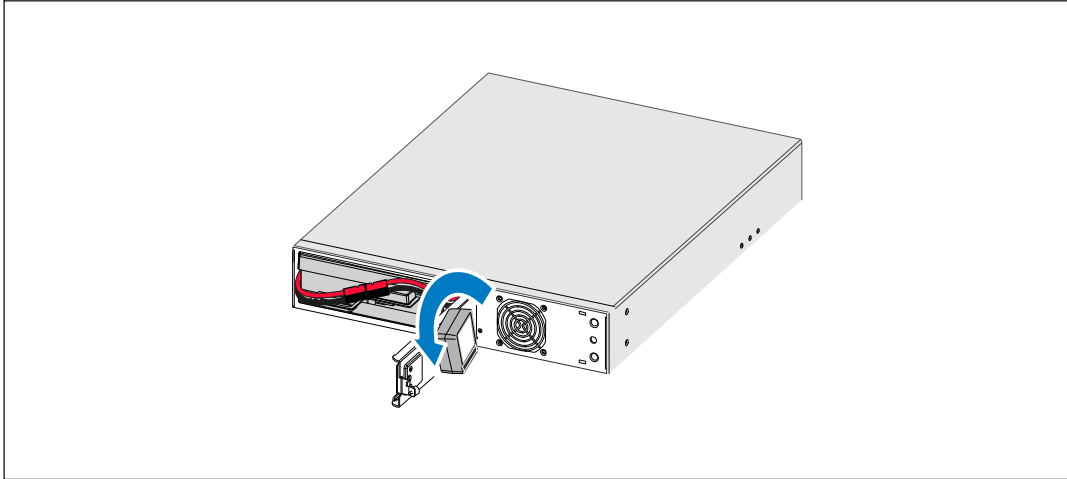

Figura 22. Cómo ajustar la orientación del panel de control del UPS
- 4 Gire el panel de control 90° hacia la izquierda (consulte la Figura 22).